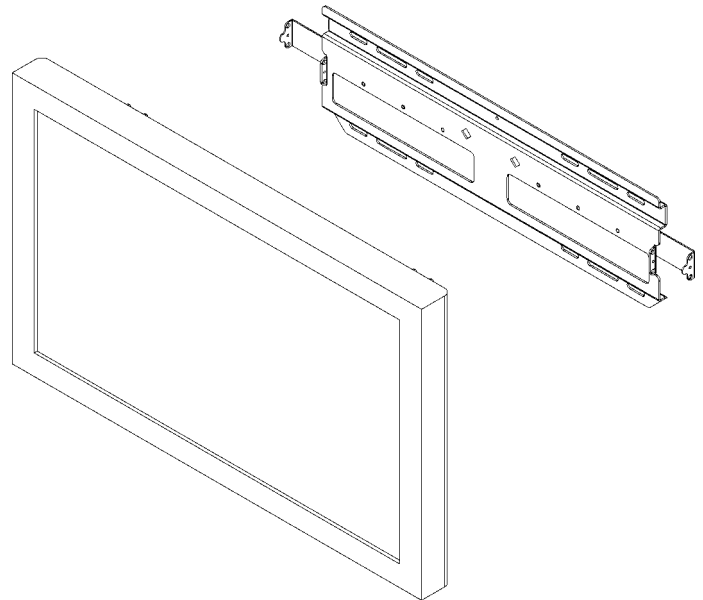

Figura 11. Retire la pantalla
2. Deslice los pestillos de seguridad hacia afuera en ambos lados para desenganchar la pantalla de la placa de pared (véase la figura 11).
3. Con un ayudante, levante la pantalla hacia arriba y afuera de la placa de pared (véase la figura 11) para retirar la pantalla fuera de la pared.